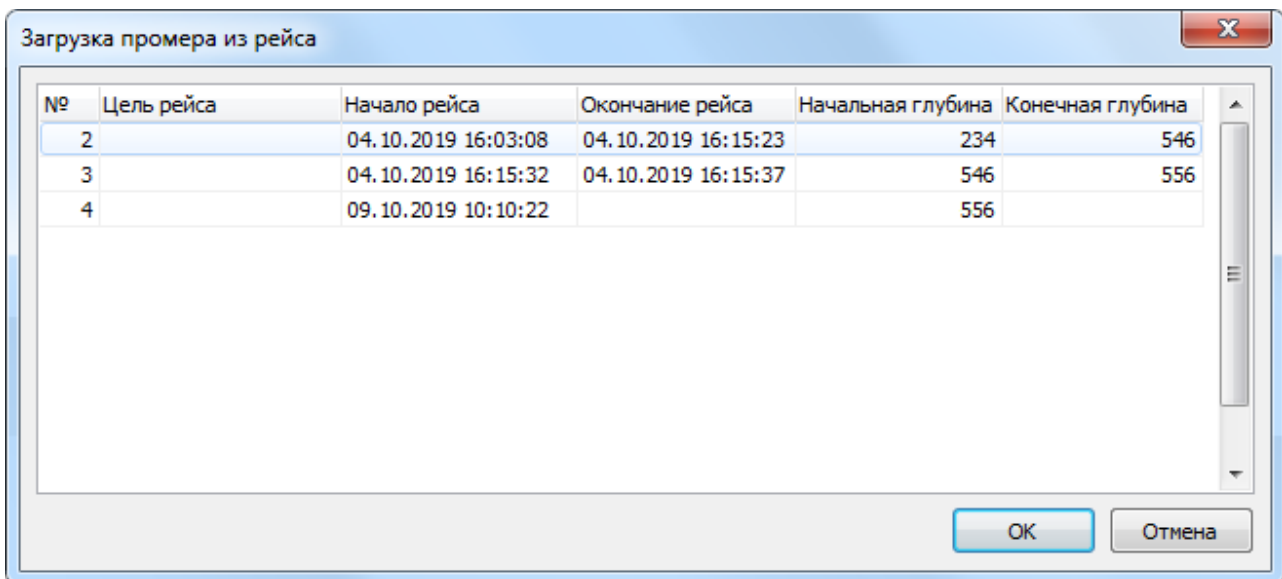

Рисунок 147. Загрузка промера из заданного рейса
2. В открывшемся диалоге (Рис. 147) укажите при помощи мыши или клавиатуры рейс, из которого будет загружен промер, и нажмите кнопку **OK** (или дважды нажмите левую кнопку мыши на нужном рейсе) для его выбора.